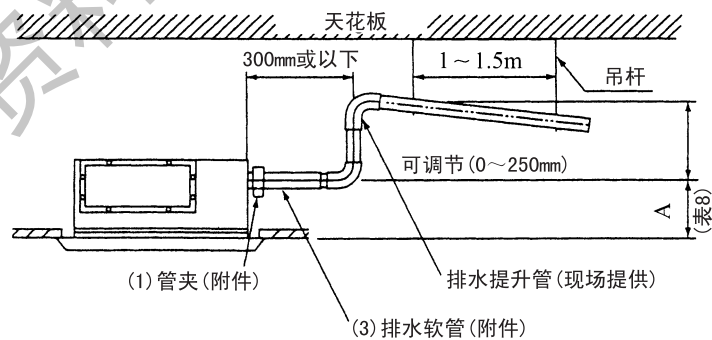

图17
- 排水管下斜坡度至少为 1/100。每隔 1 ~ 1.5m 要安装一个吊杆。（请参见图 17）